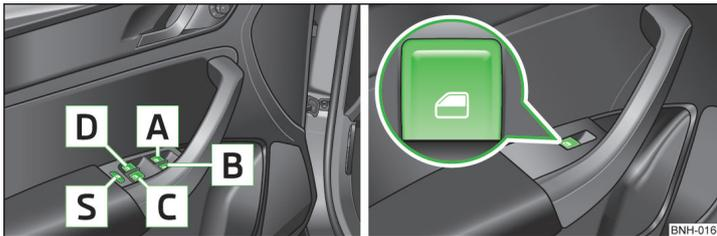

Abb. 35 Tasten in der Fahrertür / in den hinteren Türen
- Werden auf den Rücksitzen Personen, die nicht völlig selbstständig sind, z. B. Kinder, befördert, wird empfohlen, die elektrischen Fensterheber der hinteren Türen außer Funktion zu setzen (Sicherheitsschalter) **S** » Abb. 35 auf Seite 55.
Tasten der Fensterheber » Abb. 35
Durch Drücken des Sicherheitsschalters **S** » Abb. 35 können die Tasten der Fensterheber in den hinteren Türen außer Funktion gesetzt werden. Durch erneutes Drücken des Sicherheitsschalters **S** sind die Tasten der Fensterheber in den hinteren Türen wieder funktionsfähig.